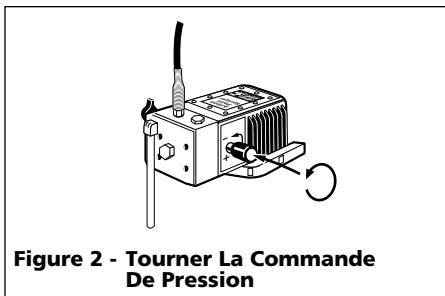

Figure 2 - Tourner La Commande De Pression
1. Tourner la Commande de Pression complètement au sens contraire des aiguilles d'une montre à la position Basse Pression/Écoulement Hydraulique (Voir Figure 2).